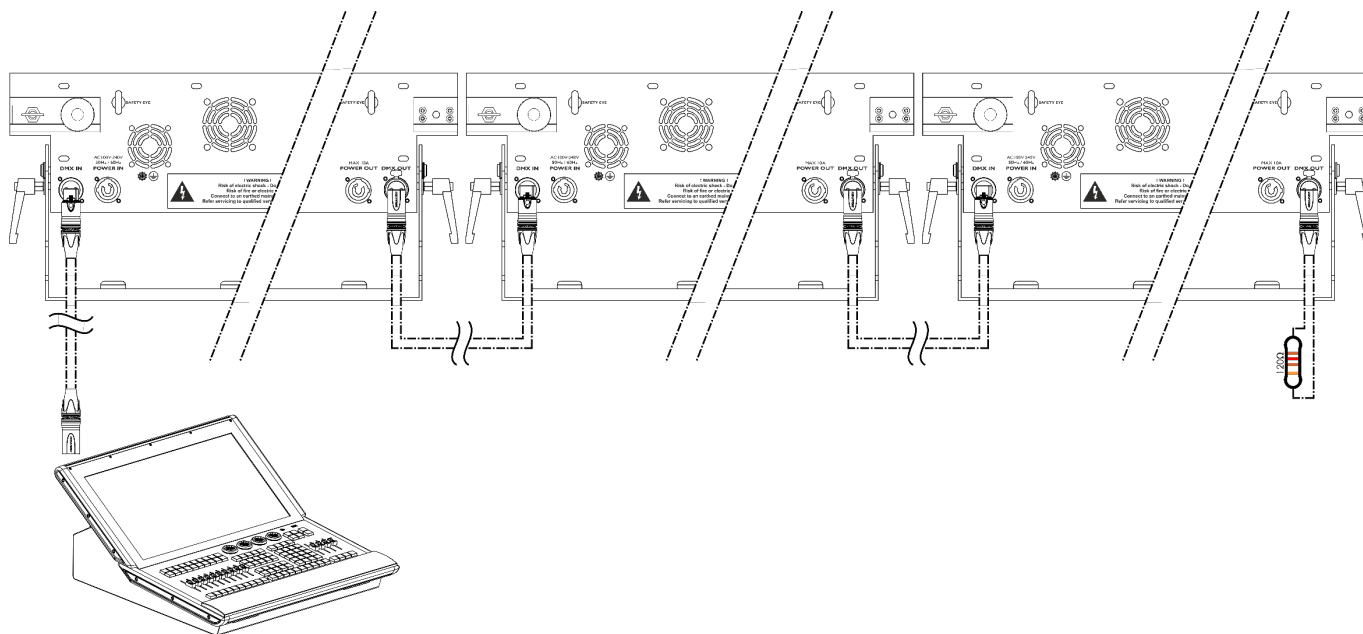

Fig. 18
- 03) Ripetere il passo 2 per collegare tutti i dispositivi in una catena a margherita, come illustrato nella Fig. 18.